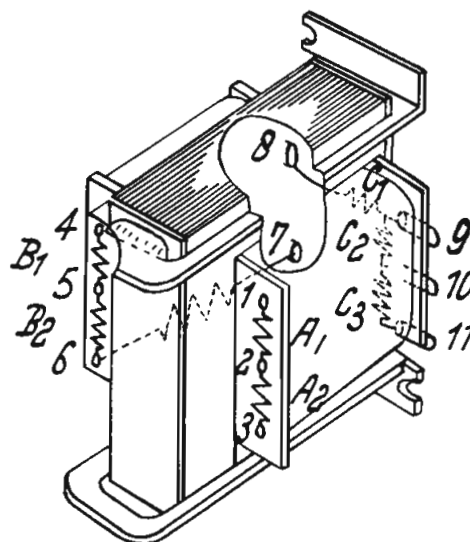

fig. 2
2. de uitvoering A3 151 51.2, zie fig. 2.